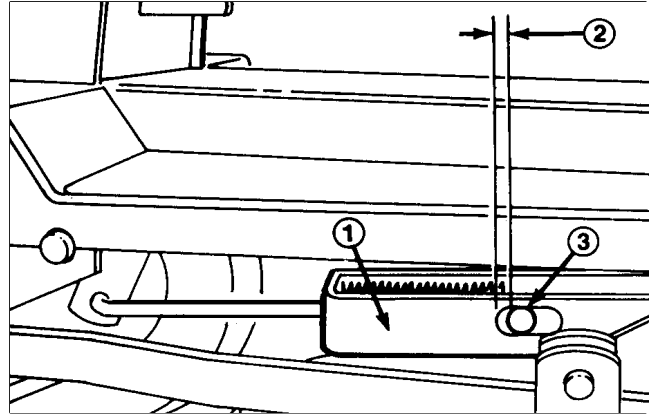

Abbildung 25
3. Das Einstellgestänge soweit drehen, bis sich ein Abstand von 1,5 mm oder weniger zwischen dem Ende des Langlochs im Zuschalteprofil und dem Außendurchmesser des Stifts ergibt (Abb. 25).